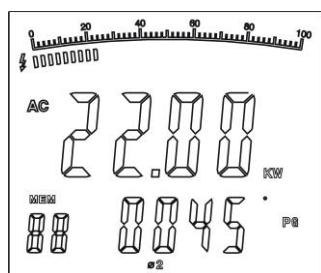

Figura 9
2. Após gravar a medição da potência de corrente da primeira fase, pressione SEL para escolher $\text{Ø}2$. A tela dupla mostra o valor KW de potência ativa e o valor PG bifásico, como na figura 9.